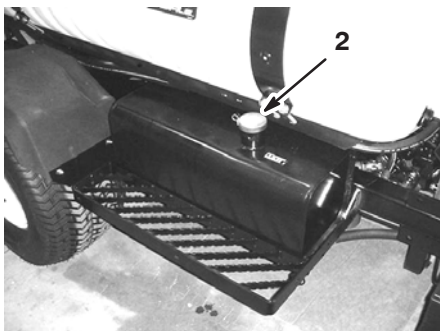

Figure 7
3. Nettoyez la surface autour du bouchon du réservoir d'huile et retirez le bouchon (Fig. 7).